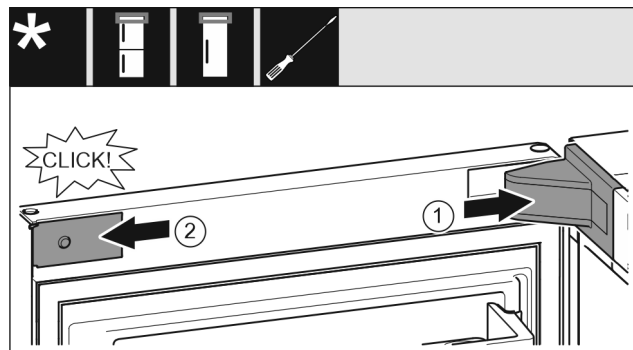

Fig. 24
- Lagerbockabdeckung Fig. 24 (1) aufsetzen und einrasten, ggf. vorsichtig auseinanderdrücken.
- Blende Fig. 24 (2) seitlich ansetzen und einrasten.